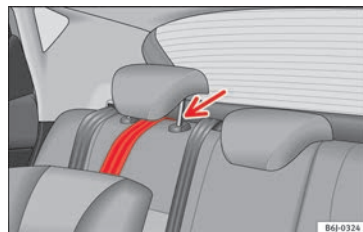

Fig. 28 Correa de sujeción: correcto ajuste y montaje.
- Coloque la correa por debajo del apoyacabezas del asiento posterior »» fig. 28 (levante el apoyacabezas si es necesario).